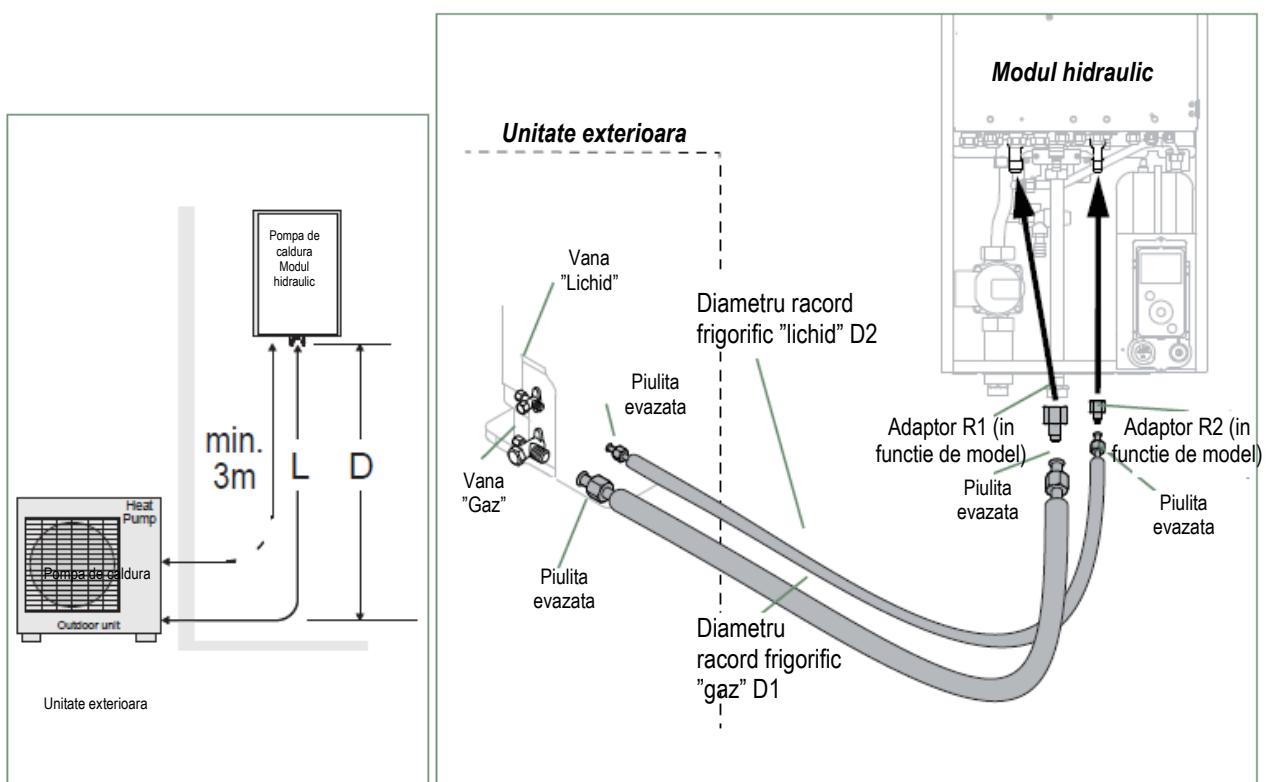

fig. 32 - Racorduri frigorifice (diametre si lungimi autorizate)
- Daca este necesar, conectati un adaptor (reductor) 1/4" - 3/8" sau 1/2" - 5/8" (*fig. 32*).